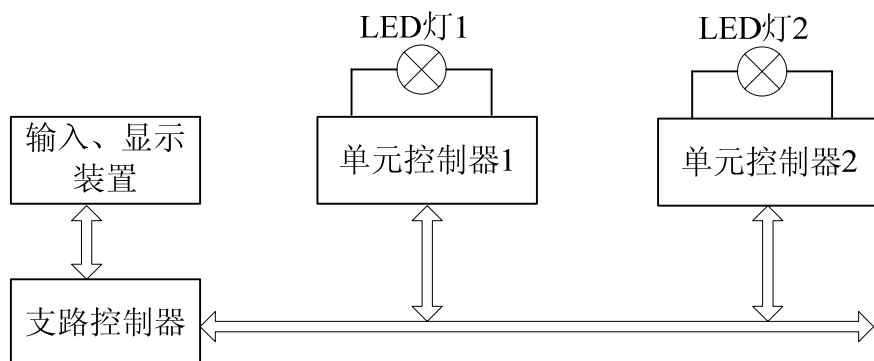
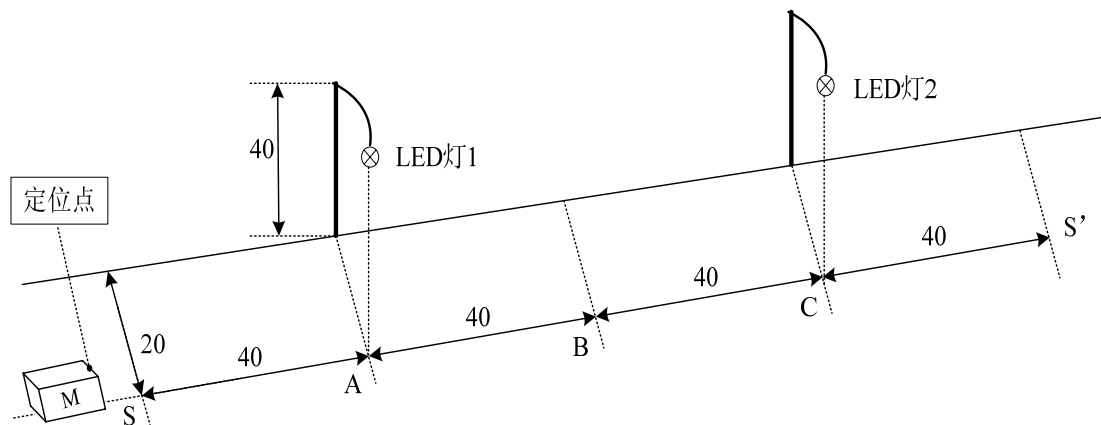

图 1 路灯控制系统示意图
图 2 路灯布置示意图（单位：cm）
设计并制作一套模拟路灯控制系统。控制系统结构如图 1 所示，路灯布置如图 2 所示。
- (1) 支路控制器有时钟功能，能设定、显示开关灯时间，并控制整条支路按时开灯和关灯。
- (2) 支路控制器应根据环境明暗变化，自动开灯和关灯。
- (3) 支路控制器应根据交通情况自动调节亮灯状态：当可移动物体 M（在物体前端标出定位点，由定位点确定物体位置）由左至右到达 S 点时（见图 2），灯 1 亮；当物体 M 到达 B 点时，灯 1 灭，灯 2 亮；若物体 M 由右至左移动时，则亮灯次序与上相反。
- (4) 支路控制器能分别独立控制每只路灯的开灯和关灯时间。
- (5) 当路灯出现故障时（灯不亮），支路控制器应发出声光报警信号，并显示有故障路灯的地址编号。